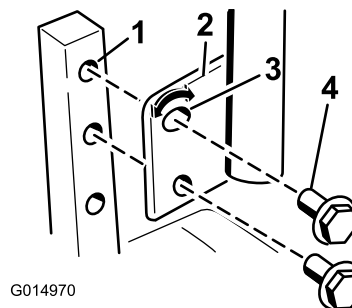
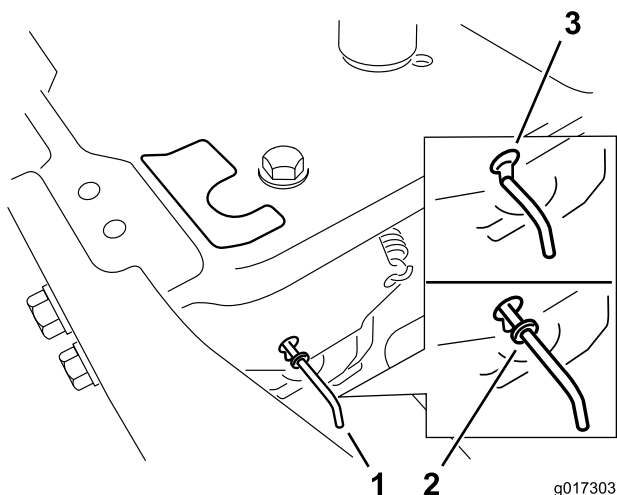

Figura 23
Figura 24
1. Togliete i due bulloni che fissano la leva di comando all'albero del braccio di controllo (Figura 23).
2. Spostate la leva di comando nella serie di fori successiva. Fissate la leva con i due bulloni (Figura 23)
2. Allentate il bullone inferiore appena a sufficienza per ruotare la leva di controllo in avanti o all'indietro (Figura 23). Serrate entrambi i bulloni per fissare il controllo nella nuova posizione.
4. Spostate in avanti le leve di bypass attraverso il foro della chiavetta, quindi verso il basso per bloccarle in posizione, come illustrato in Figura 23/Figura 24. Ripetete l'operazione per ciascuna leva.
Spostate indietro le leve di bypass attraverso il foro della chiavetta, quindi verso il basso per bloccarle in posizione, come illustrato in Figura 24. Ripetete l'operazione per ciascuna leva.